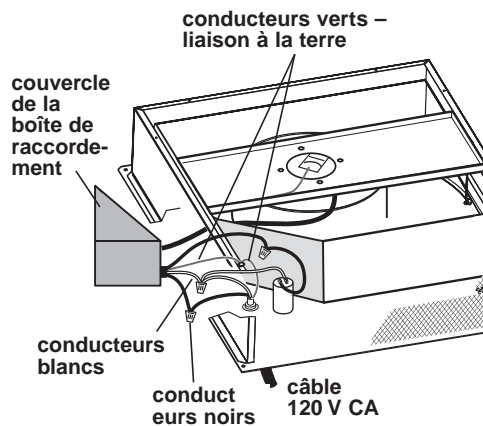

FIGURE 3
4. Réaliser les raccordements électriques (voir **FIGURE 3** et schéma de câblage).